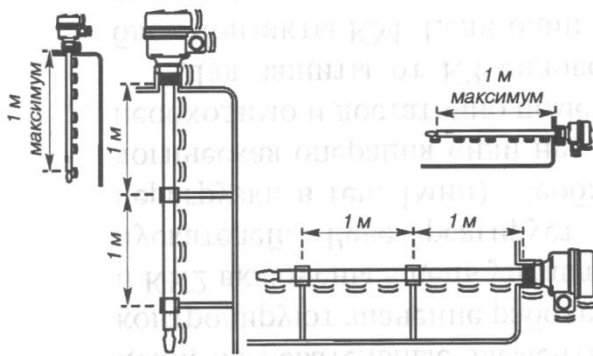

Рис.5. Укрепление вилки сигнализатора при наличии сильных изгибающих нагрузок.
9. Избегайте вибрации вилки, имеющей большую длину, посредством ее укрепления (см.рис.5).